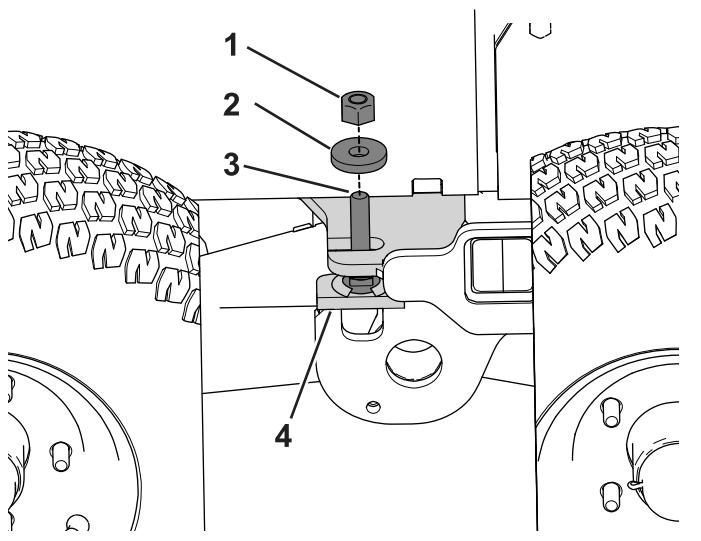

Figura 104
- Retire la contratuerca y la arandela de la varilla roscada del tope del bogie (Figura 104).
9. Instale y apriete la arandela plana ($\frac{1}{2}$ ") y la contratuerca en el conjunto de giro del bogie (Figura 104).